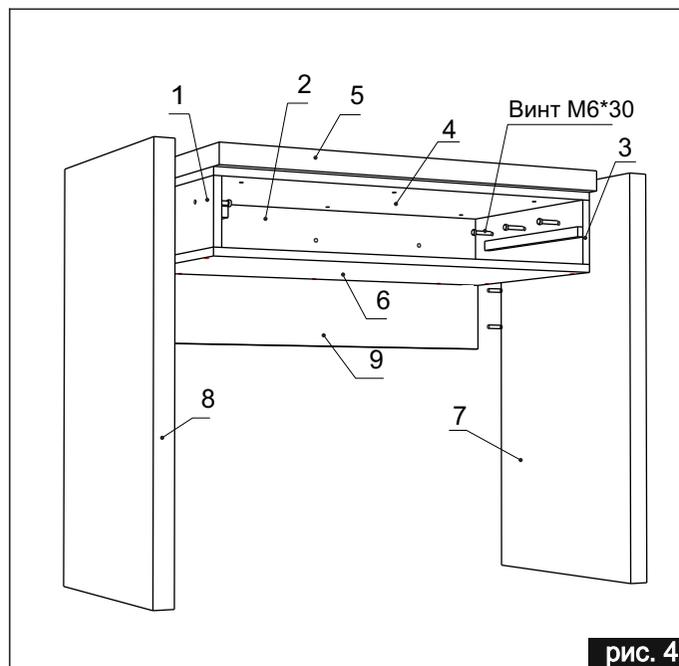
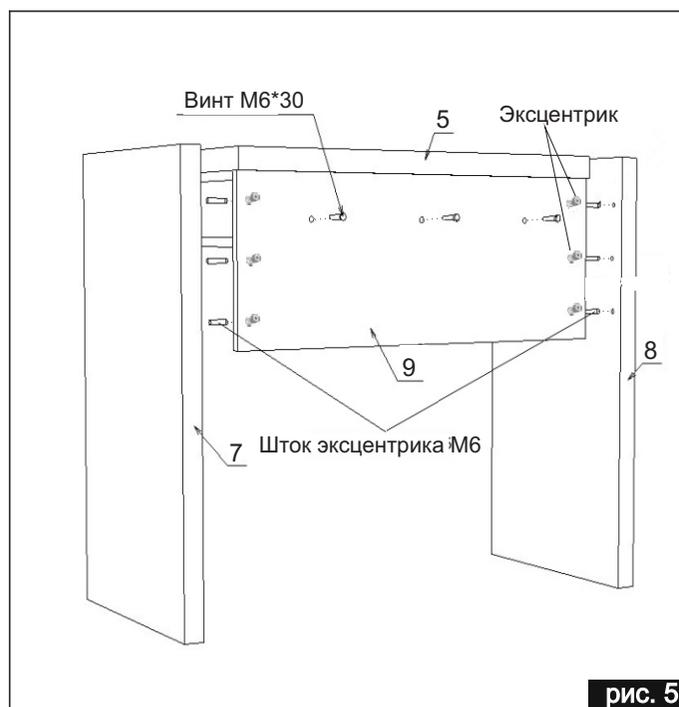

рис. 4
рис. 5
- 4 К детали 7 присоединить собранный «короб под ящик» винтами М6х30 (рис. 4). Вкрутить шток эксцентрика М6 - 3 шт. в детали 7 (рис. 5)
- 5 Установить деталь 9 на вкрученные штоки М6 (рис. 5). Притянуть деталь 9 к «коробу под ящик» винтами М6х30, затянуть эксцентрики.
- 6 Вкрутить шток эксцентрика М6 - 3 шт. в детали 8. Установить деталь 8, совместив штоки эксцентрика М6 с отверстиями на детали 9. Винтами М6х30 притянуть к коробу под ящик (рис. 4), затянуть эксцентрики (рис. 5).